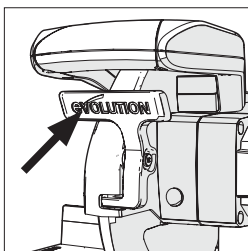

Fig. 18
- Apăsați clapeta de blocare a scutului inferior pentru a elibera capul de tăiere (Fig. 18).